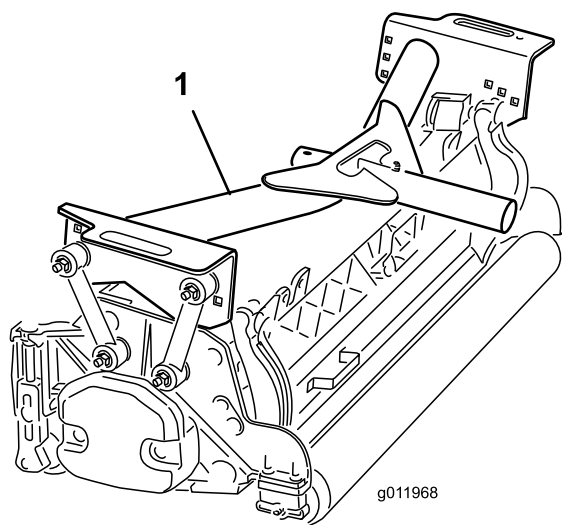

Figure 16
2. Placez un bâti porteur avant (Figure 16) sur chaque unité de coupe avant.